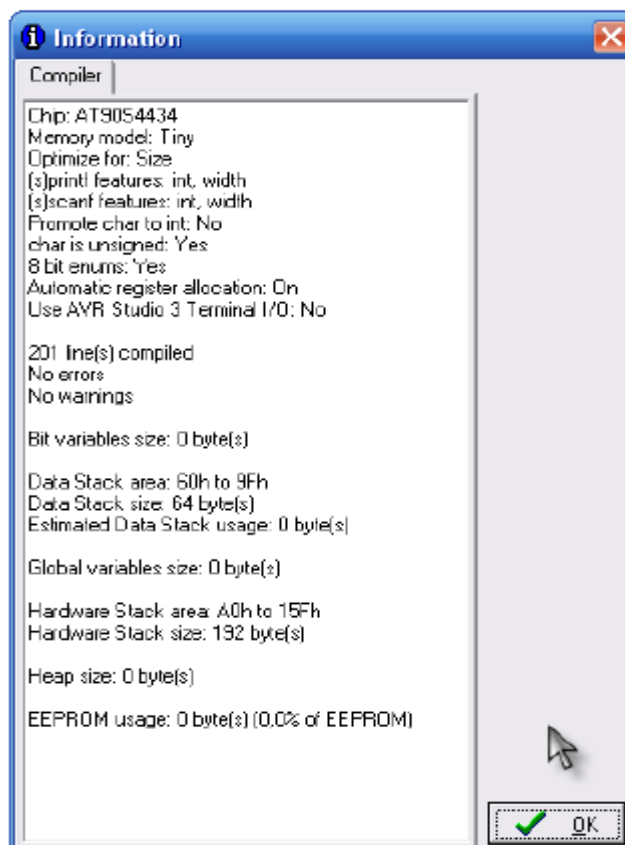

Рисунок 5.8 – Вікно результатів компілювання програми
5. Створену програму потрібно відкомпілювати. Для цього потрібно натиснути Project->Compile. На екрані з'явиться вікно, яке повідомляє результати компілювання (рис. 5.8).
У прикладі на рис. 5.8 в результаті компілювання помилки та системні попередження відсутні. У випадку наявності помилок, їх необхідно виправити та перекомпілювати програму.